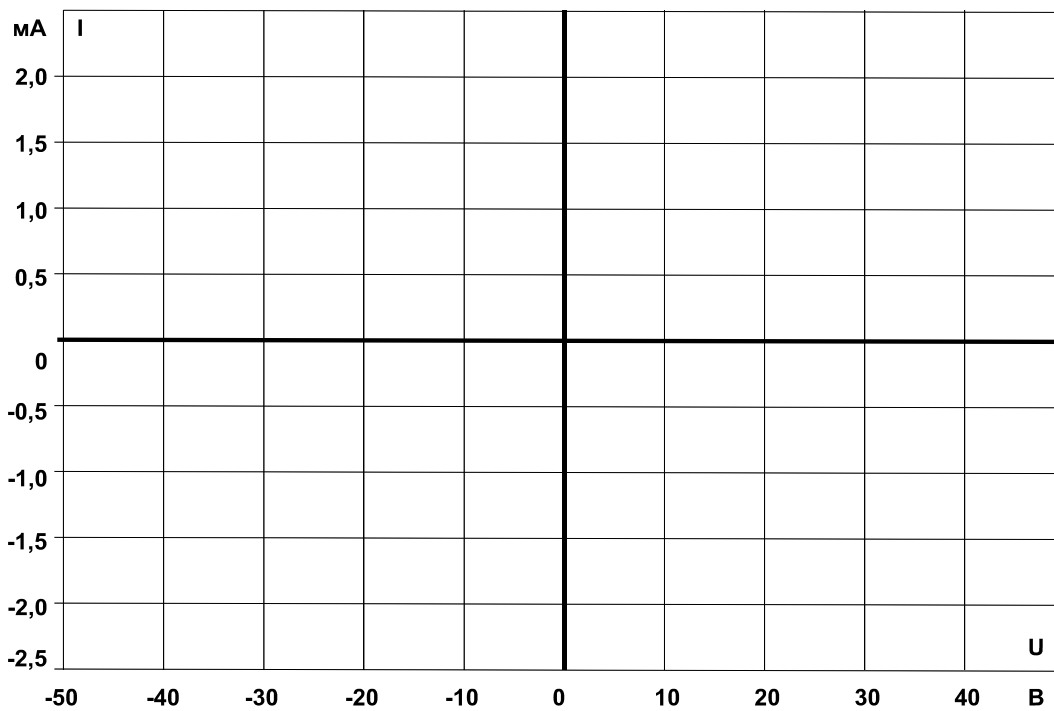

Рис. 6.1.5
- На графике (рис. 6.1.5) отобразите характеристику, полученную на мониторе осциллографа, и сравните ее со статической характеристикой.
Вопрос 1: Какова величина напряжения отпирания симистора (по рис. 6.1.5)?